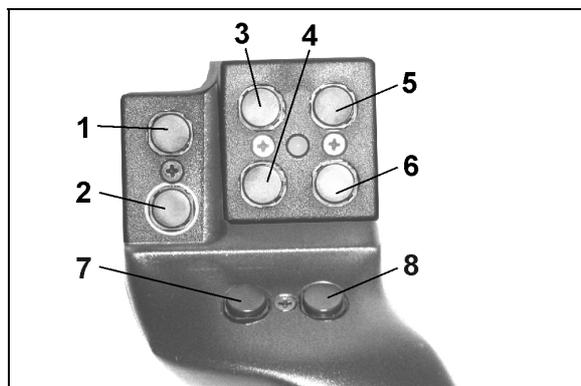
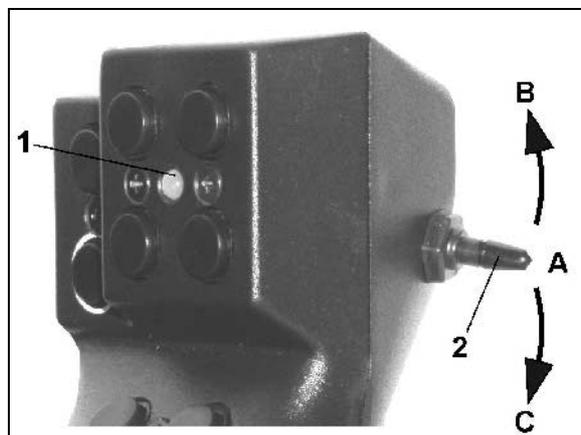

Рис. 111
Рис. 112
Для управления терминалом **AMATRON⁺** джойстик (Рис. 111) оснащен 8 кнопками (1–8). В дальнейшем с помощью 3-позиционного переключателя (Рис. 112/2) возможно изменение функций кнопок.
-  среднем положении (Рис. 112/A) и может быть установлен
-  как в верхнее (Рис. 112/B), так и
-  в нижнее (Рис. 112/C) положение.
Положение переключателя отображается с помощью светодиодного индикатора (Рис. 112/1).